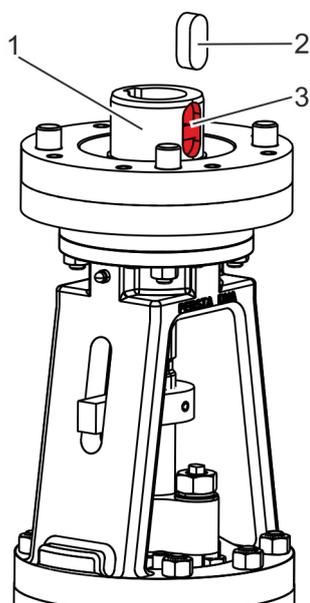

Fig. 26: Retrait du ressort d'ajustage
4. ➔ Retirer le ressort d'ajustage (Fig. 26/2) de la rainure du ressort d'ajustage (Fig. 26/3) du moyeu (Fig. 26/1) de la douille taraudée.